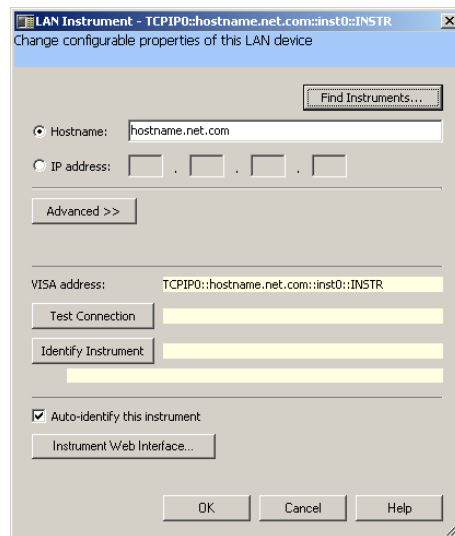

図 11 LAN Instrumentダイアログ・ボックスでのプロパティの編集
- 4 下の図11のようにLAN Instrument設定ダイアログ・ボックスが表示されたら、IP addressまたはHostnameを選択して編集します。どちらを選択した場合も、機器のリモート名を入力する必要があります。